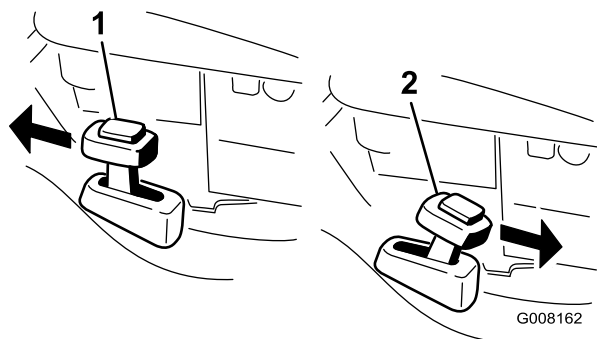

Figura 17
2. Premete il pulsante sulla parte superiore della leva di riciclaggio/raccolta e spostate la leva nella posizione di **riciclaggio** (Figura 17).
2. Per raccogliere lo sfalcio, montate il cesto di raccolta (vedere Montaggio del cesto di raccolta). Premete il pulsante sulla parte superiore della leva di riciclaggio/raccolta e spostate la leva nella posizione di **raccolta** (Figura 17).
Nota: La leva di riciclaggio/raccolta deve essere in posizione di **raccolta** (Figura 17).